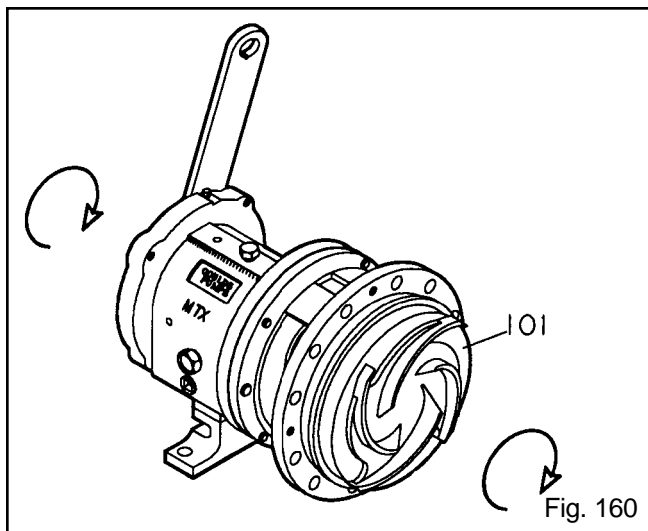

Fig. 160
**Use guantes gruesos de trabajo cuando maneje el impulsor (101) ya que los bordes afilados pueden ocasionar lesiones personales.**
15. Instale el impulsor (101) con un anillo en O (412A) nuevo. Coloque la llave para ejes y la chaveta del acoplamiento sobre el eje. Cuando el impulsor (101) haga contacto firme con la camisa (126), levante la llave para ejes (en sentido contrahorario, cuando se observa desde el extremo del impulsor del eje) sobre el banco y golpéela hacia abajo (en sentido horario, cuando se observa desde el extremo del impulsor del eje) sobre el banco y golpéela hacia abajo (en sentido horario, cuando se observa desde el extremo del impulsor del eje). Unos cuantos golpes firmes apretarán correctamente el impulsor (101) (Fig. 160).